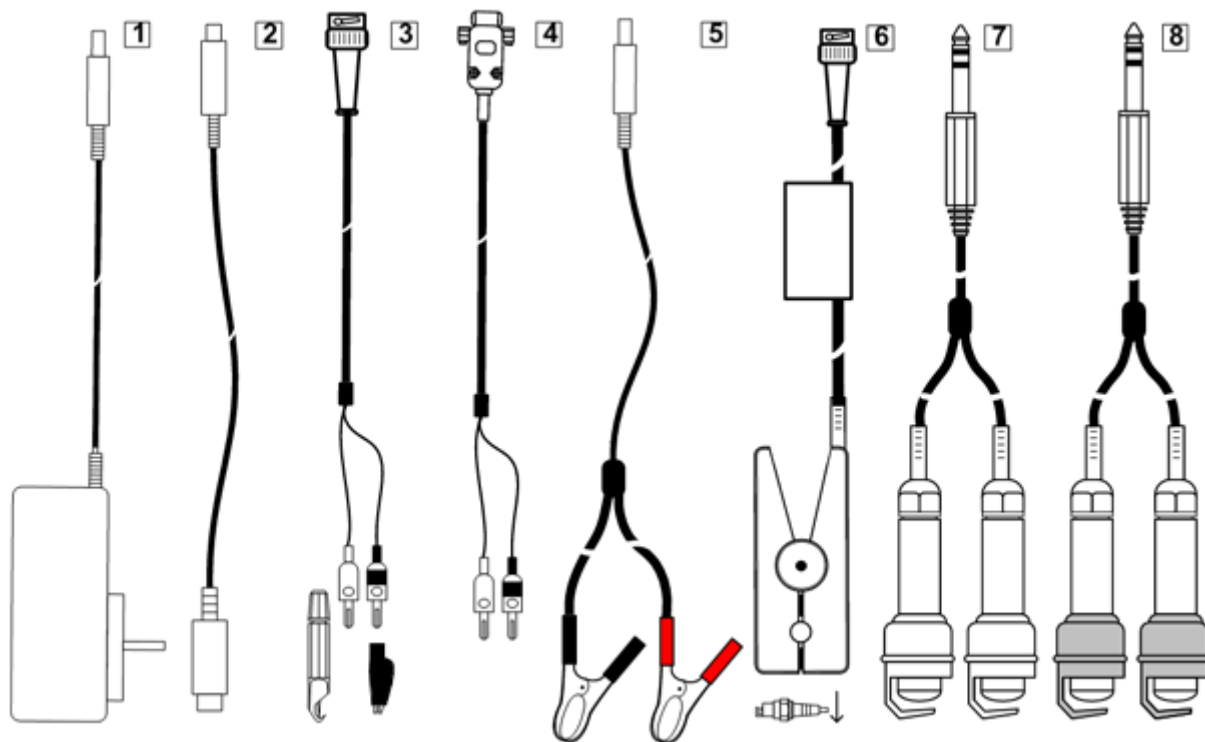

Рисунок 2
- Поз. 1 – панель канала "KB", на которой расположены разъемы поз.6 для подключения датчиков вторичной цепи различной полярности. Разъем KB+ предназначен для подключения датчиков высокого напряжения DIS4+ (рис.2 поз.6), разъем KB- предна-
значен для подключения датчика высокого напряжения DIS4- (рис.2 поз.7). Оба этих входа образуют дифференциальный канал ДВН (белый луч на экране осциллографа), предназначенный для просмотра сигнала вторичной цепи системы зажигания. Положительные (плюсовые) датчики подключается к высоковольтному проводу положительного вывода катушки зажигания. Отрицательные (минусовые) – к отрицательному. При отключенном датчике вход замкнут на «землю».